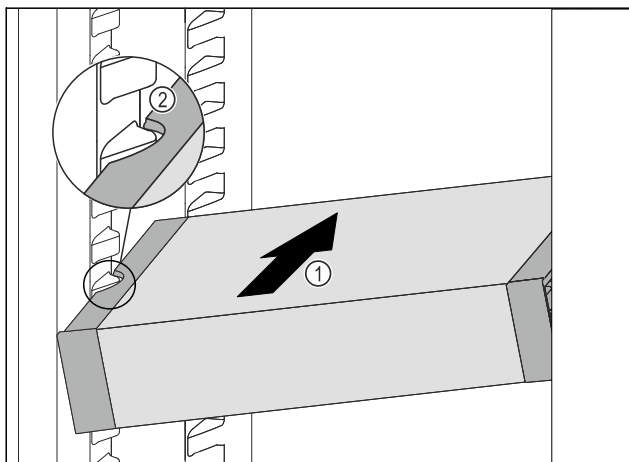

Fig. 89
- ▶ Вкарайте VarioSafe под ъгъл в хладилната част Fig. 89 (1), докато страничните прорези Fig. 89 (2) на VarioSafe се намират на височината на ребро на съда в хладилната част.